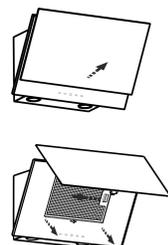

рис. 4
8.3 Для очистки алюминиевого фильтра извлеките его из вытяжки (рис.4, 4А). Произведите очистку фильтра с помощью щетки горячим водным раствором нейтрального моющего средства вручную или в посудомоечной машине (при 60°C). Сильно загрязненный фильтр не следует мыть в посудомоечной машине вместе с посудой. Старайтесь не сгибать фильтр при мойке. Возможное изменение цвета фильтра, с течением времени, не приводит к снижению эффективности его действия.
6.1.1 Перед установкой вытяжки снимите алюминиевый фильтр (рис. 4).
- потяните за нижний край откидной панели, как показано на рис.4 и откройте ее ;